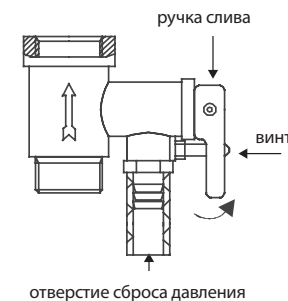

Рис. 7
6. Помните о контрольных проверках исправности действия предохранительного клапана каждые 14 дней. Способ проверки: перевести ручку слива в верхнее положение до ощущения перехода резьбы, и тогда из отверстия клапана должна потечь вода (рис. 7) (ПРОВЕРИТЬ нумерации рисунков в мануале).
8. Нужно проверять периодически на наличие накипи и блокирования. Дренаживание клапана, во избежание засорения, производится следующим образом: если клапан имеет рычаг, то его необходимо приподнять несколько раз, если клапан без рычага, его нужно открутить и удалить скопления накипи (рис. 7).